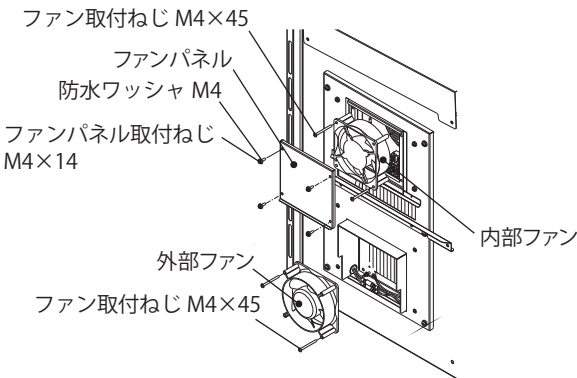

図 5 外部・内部ファン取外方法 (OPHE-10R)
3. ファン取付ねじ M4×45 を外し、外部ファンを取外してください。(図 5、6)
2. ファンパネル取付ねじ M4×14、防水ワッシャ M4 を外し、ファンパネルを取外してください。(図 5、6)
4. ファン取付ねじ M4×45 を外し、内部ファンを取外してください。(図 5、6)